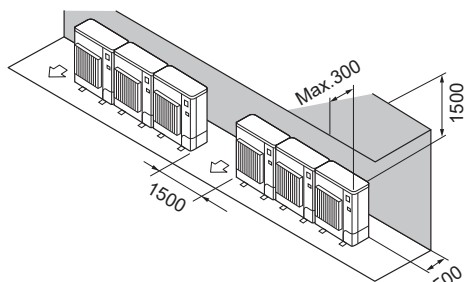

Fig. 2-14
- (2) Obstacles uniquement à l'arrière et au-dessus (Fig. 2-14)